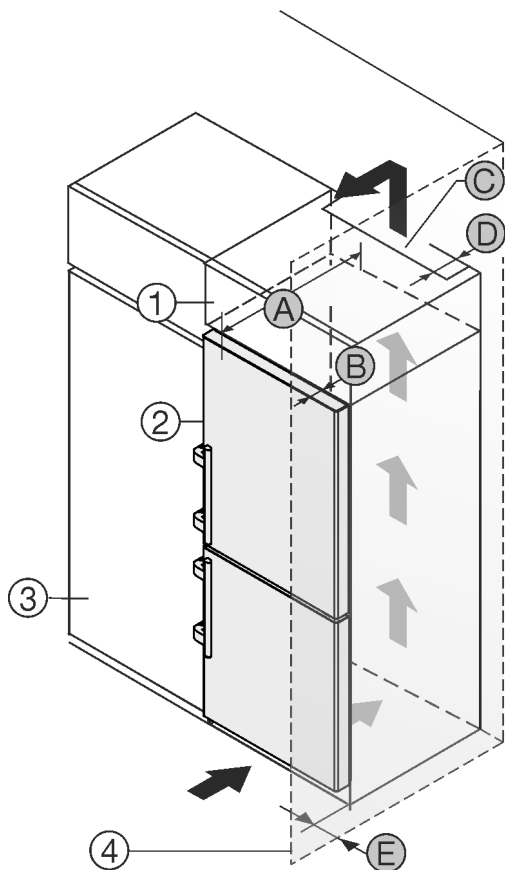

Fig. 47
Zariadenie môže byť zabudované medzi kuchynskými skriňami. Aby sa zariadenie Fig. 47 (2) prispôbilo výške kuchynskej linky, môže sa nad zariadením umiestniť nadstavňá skrinka Fig. 47 (1).
Zariadenie môže byť zabudované priamo vedľa kuchynskej skrine Fig. 47 (3). Pre úplné otvorenie dverí musí zariadenie vyčnievať o hĺbku Fig. 47 (B) prednej časti kuchynskej skrine. V závislosti od hĺbky kuchynských skriň a použitia dištančných držiakov na stenu môže zariadenie prečnievať ešte viac.
- Na zadnej strane nadstavnej skrine musí byť vetracia šachta s hĺbkou Fig. 47 (D) cez celú šírku nadstavnej skrine.
- Pod stropom miestnosti sa musí dodržať prierez vetracieho otvoru Fig. 47 (C).
Ak je zariadenie umiestnené so závesmi vedľa steny Fig. 47 (4), musí sa medzi zariadením a stenou dodržať vzdialenosť Fig. 47 (E). To zodpovedá presahu držadla pri otvorených dverách.